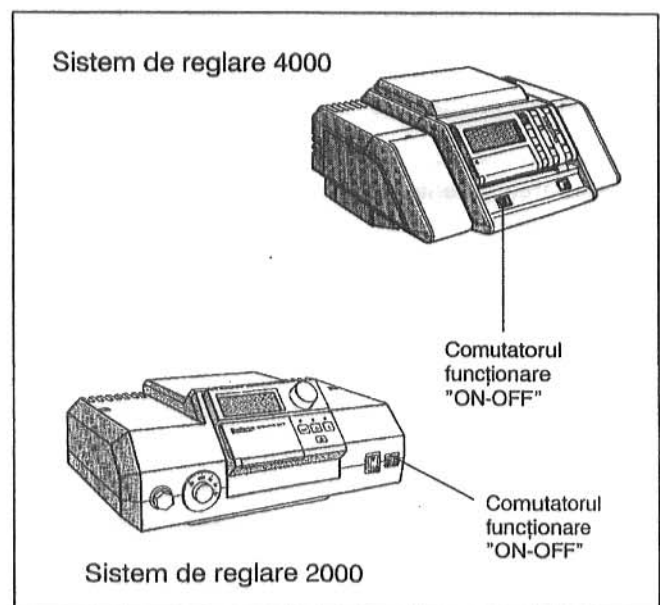

Fig. 28: Sisteme de reglare 4000 și 2000
- Comutatorul funcționare (Fig. 28) se aduce pe poziția 0 (OFF).